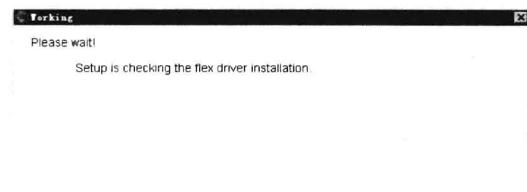

图 1-10 “Working” 对话框
② 单击 **OK** 按钮，稍后会弹出“Working”对话框，如图 1-10 所示。